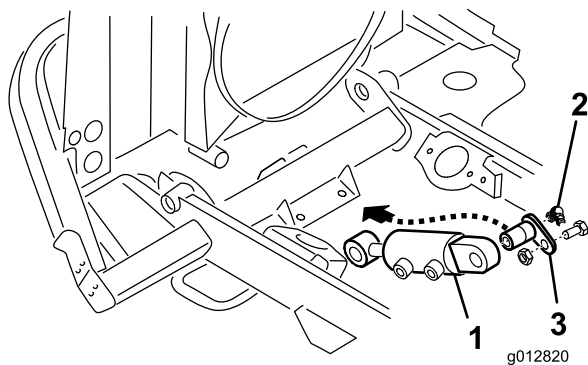

図 11
6. 油圧シリンダの固定側をフレームのクロス部材の下側に、ピボットピンで固定する 図 11。
7. ピボットピンの端部に、グリスフィッティングを取り付ける 図 11。